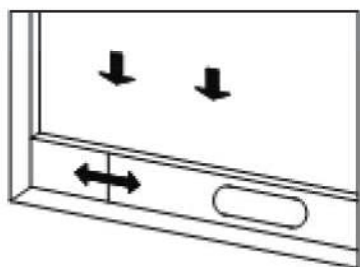
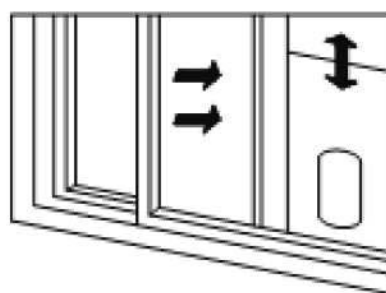

Fig. 2
Fig. 3
1) Entrouvrez la fenêtre et installez l'ensemble de plaque pour fenêtre sur la fenêtre coulissante (voir Fig. 2 et Fig. 3). Les éléments peuvent être positionnés à l'horizontale ou à la verticale.